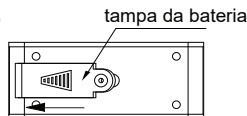

Fig.2
- Deslizar a tampa do compartimento das pilhas 2mm (Fig.2), retirar a tampa do compartimento das pilhas